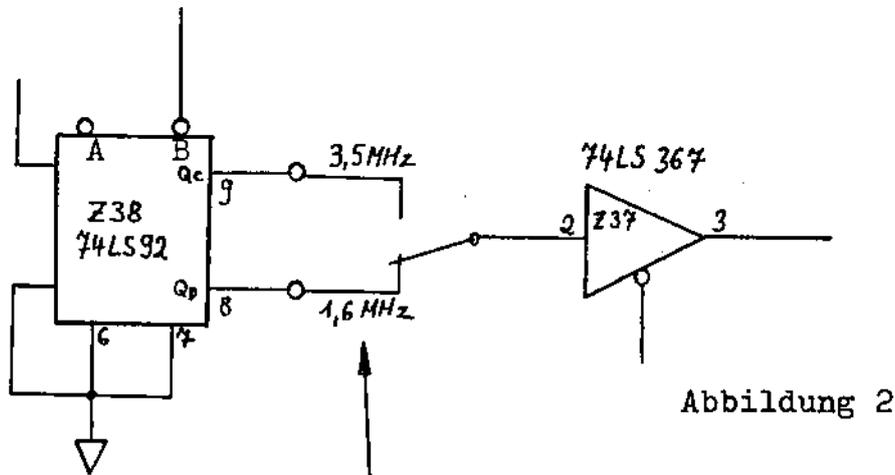

Abbildung 2
4. Bauen Sie den Schalter nach Abbildung 2 in die Tastaturplatine ein und führen Sie die Änderungen so durch, wie sie beschrieben sind. Achten Sie vor allem auf kurze Verbindungen und auf saubere Ausführung dieser Arbeiten. Diese Schaltung ermöglicht ein Umschalten der CPU-Taktfrequenz zwischen 1.7 MHz und 3.5 MHz. Weiter ist eine Verringerung der Zeitabstände der beiden Signale RAS und MUX notwendig. Dies wird in Abbildung 3 beschrieben.